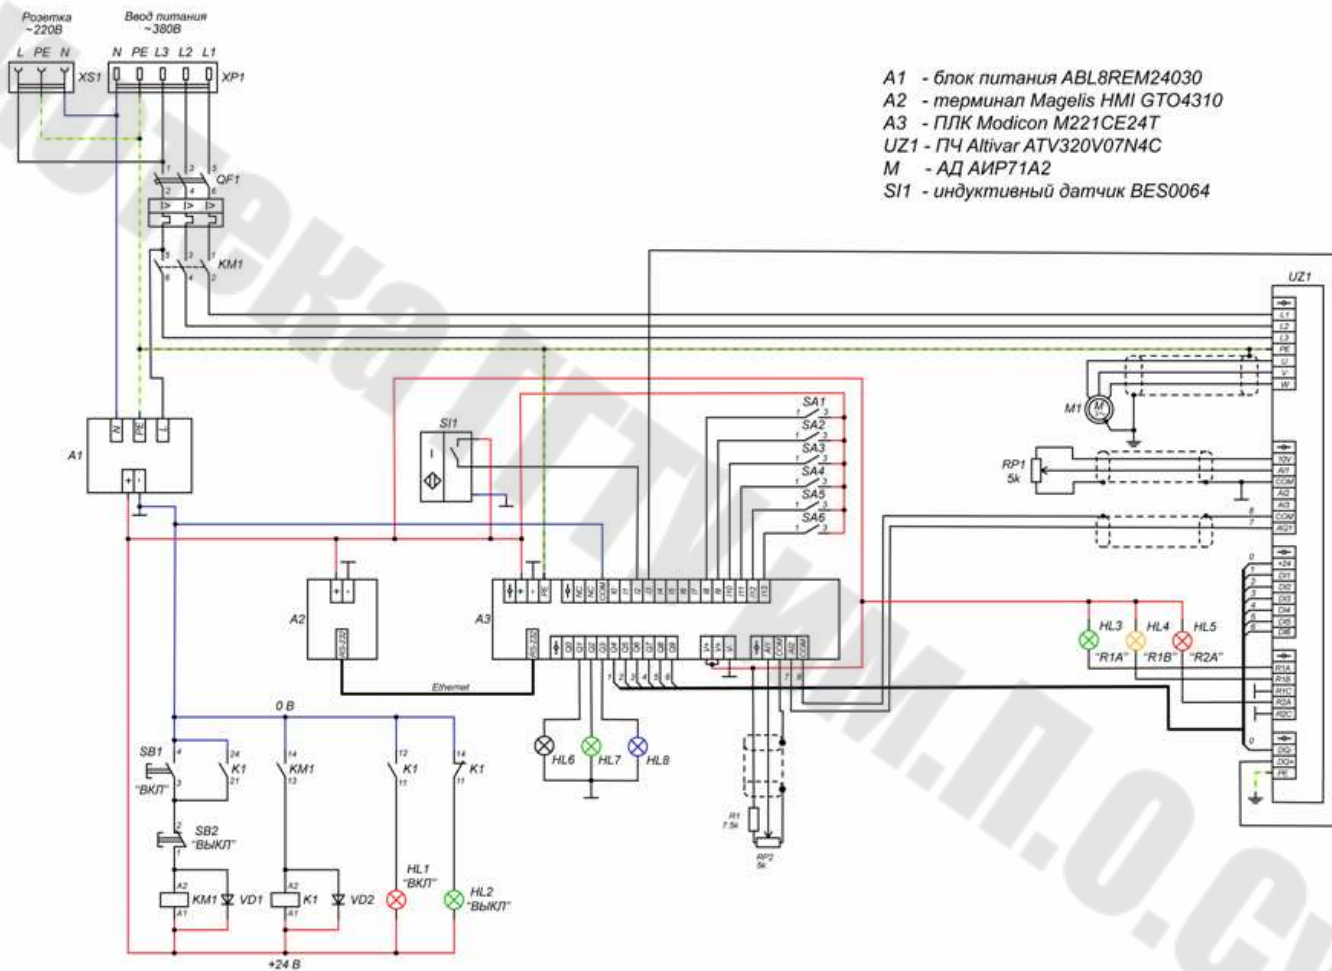

Рис. 10.2. Принципиальная электрическая схема стенда
Принципиальная электрическая схема стенда приведена на рис. 10.2.
**Задание 1.** Ознакомьтесь с устройством ПЛК семейства *Schneider Modicon M221* и средой программирования *Machine Expert – Basic*. Создайте простейшую программу, позволяющую включать индикаторные лампы *HL6*, *HL7*, *HL8* (см. рис. 10.2) при изменении положения переключателей *SA1*, *SA2*, *SA3* соответственно. Запишите программу в ПЛК и убедитесь в ее работоспособности.
ляющий связать ПТ и ПЛК по протоколам *Modbus TCP* и *Modbus RTU*. С помощью виртуального кнопочного переключателя на экране ПТ запустите процесс поочередного мигания ламп *HL6*, *HL7* (см. рис. 10.2), подключенных к ПЛК с одновременным их дублированием виртуальными лампами на экране ПТ. Загрузите части проекта в ПТ и ПЛК и убедитесь в его работоспособности.
**Задание 3.** Создайте проект на основе системы прерываний ПЛК, в котором при срабатывании индуктивного датчика *S11* (см. рис. 10.2) на экране ПТ будет появляться всплывающее окно с предупреждением о срабатывании защиты, и одновременно с этим начнут попеременно мигать лампы *HL6*, *HL7*. Данный режим должен отключаться через виртуальную кнопку сброса на экране ПТ. Загрузите части проекта в ПТ и ПЛК, убедитесь в его работоспособности.
**Задание 4.** Установите связь контроллера *Modicon M221* с преобразователем частоты *Altivar ATV320* по протоколу *SR-485*. Создайте проект, в котором управление преобразователем частоты будет выполняться от контроллера посредством функциональных блоков программной среды *Machine Expert – Basic*. В качестве органов управления используйте переключатели *SA1...SA6* (см. рис. 10.2), а в качестве элементов индикации – лампы *HL6...HL8*. Загрузите проект в ПЛК и убедитесь в возможности пуска и останова двигателя *M1*, подключенного к ПЧ.
**Задание 5.** Измените проект, созданный по заданию 3, таким образом, чтобы всякий раз при срабатывании индуктивного датчика *S11* (см. рис.10.2), на экране терминала появлялся журнал тревог с соответствующими записями о срабатываниях датчика.
**Задание 7.** Создайте проект, связывающий терминал *Magelis HMI GTO*, контроллер *Modicon M221* и преобразователь частоты *Altivar ATV320* в единую систему управления двигателем *M1* (см. рис. 10.2). Создайте на экране терминала виртуальные органы управления и элементы индикации, позволяющие производить пуск, останов двигателя *M1*, а также производить выбор одной из 8 фиксированных скоростей вращения. Текущий режим работы системы должен отображаться на терминале. При срабатывании индуктивного
**Задание 9.** Задайте циклический режим работы двигателя *M1* путем программирования контроллера *ATV Logic*, встроенного в преобразователь частоты *Altivar ATV320*. В качестве органов управления используйте переключатели *SA1...SA6* (см. рис. 10.2), а в качестве элементов индикации – лампы *HL3...HL5*. Убедитесь в работоспособности программы.